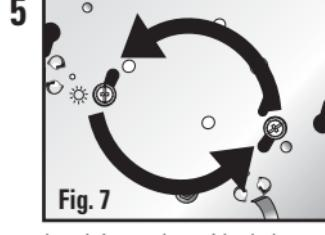

Fig. 7
Localice las ranuras de bocallave ubicadas en la bandeja. Las dos (2) ranuras internas están situadas a una distancia que acomodará una montura de caja eléctrica estándar. Posicione la bandeja del aplique de luz sobre la caja eléctrica, de manera que los tornillos para metales que sobresalen de la caja eléctrica pasen a través de los agujeros de bocallave alargados ubicados en la bandeja del aplique de luz (Fig. 7). Una vez que ambos tornillos hayan atravesado los agujeros de bocallave, gire la